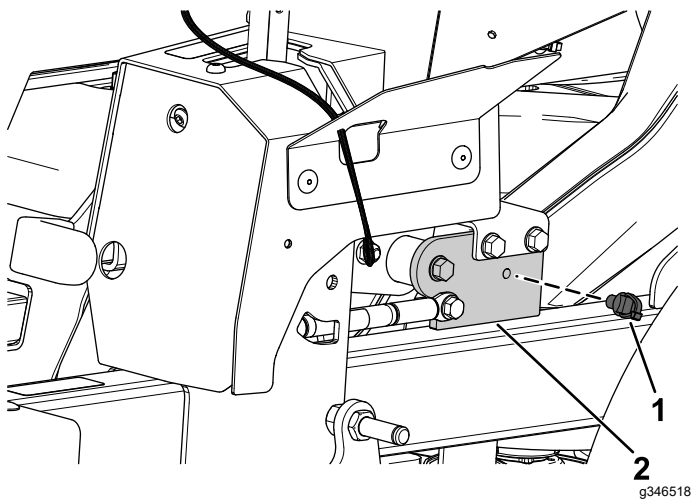

Figure 12
1. Insérez le clip enfichable avant dans le support du levier du frein de stationnement (Figure 12).